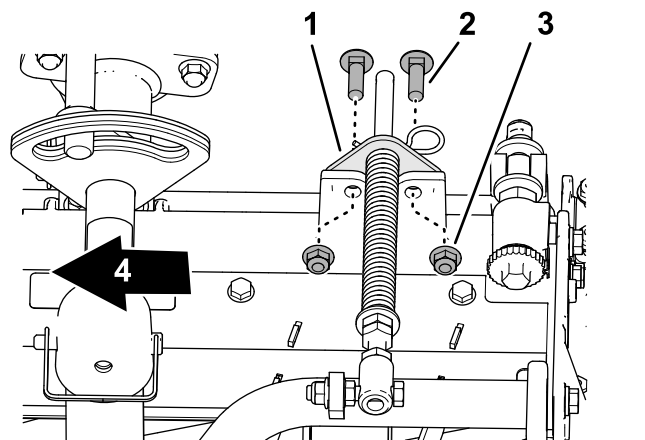

Figura 21
- 5. Alinee los orificios del soporte del muelle de compensación con los del bastidor de la unidad de corte (Figura 21).